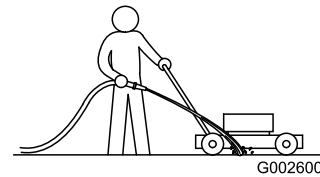

Figure 29
1. Mettez le moteur en marche lorsque la tondeuse se trouve sur une surface revêtue plane et dirigez un jet d'eau devant la roue arrière droite (Figure 29).